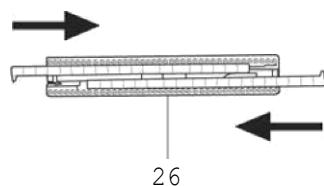

Fig. 10
Para a montagem do suporte com cerdas para olcalfifas e tapetes (26), inserir nos guias apropriados as escovas rígidas com as linguetas dirigidas para dentro (Fig. 10).